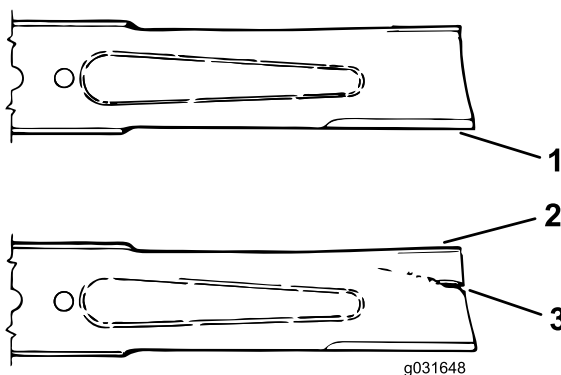

Figura 74
- Verificate accuratamente i taglienti, con particolare attenzione ai punti d'incontro delle sezioni piatta e curva della lama (Figura 74).